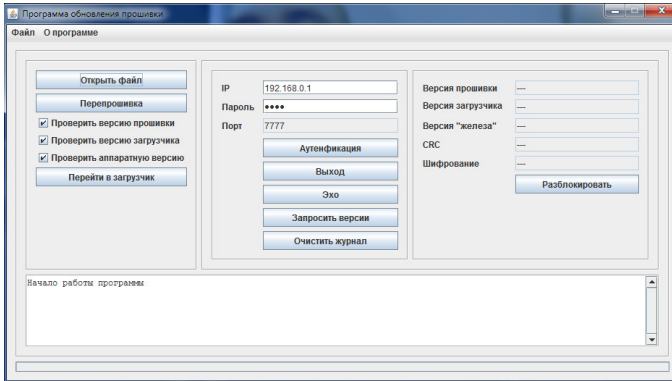

Рисунок 51. Внешний вид программы обновления ПО платы
2. В открывшейся программе обновления ПО платы (**рисунок 51**) нажать «Открыть файл» и перейти в окно выбора файла ПО.